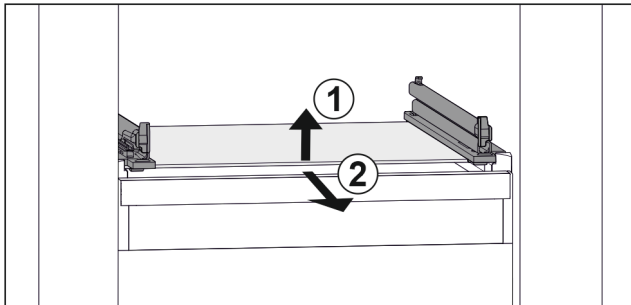

Fig. 30 Exemple de représentation de la tablette en verre
- ▶ Soulever la tablette en verre par l'avant. Fig. 30 (1)
- ▶ Retirer la tablette en verre par l'avant. Fig. 30 (2)